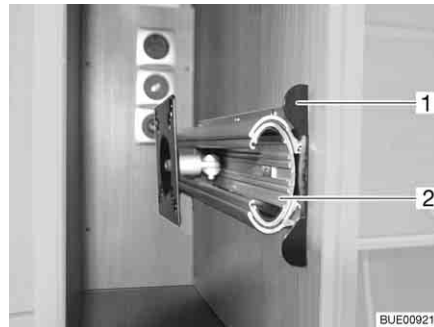

Fig. 45 Supporto nel mobiletto porta TV
- Premere verso l'interno il listello di sblocco (Fig. 45,1).
- Estrarre interamente la base estraibile (Fig. 45,2).
- Inserire la base estraibile Fig. 45,2), finché il listello di sblocco (Fig. 45,1) non si arresta a scatto.